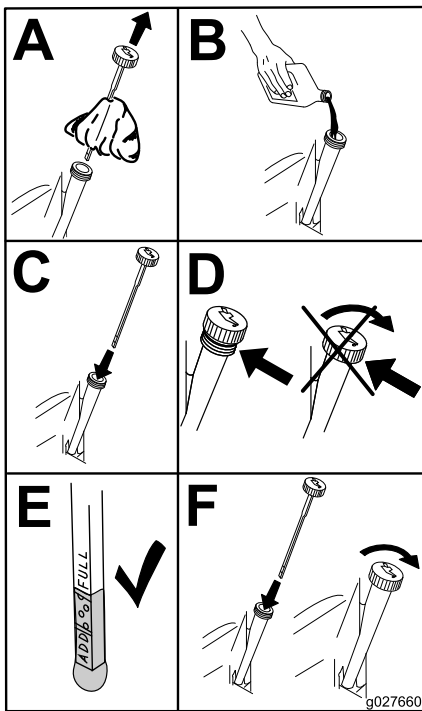

Figura 52
6. Vierta lentamente un 80% aproximadamente del aceite especificado por el tubo de llenado, luego añada lentamente el resto del aceite hasta que llegue a la marca de Lleno (Figura 52).